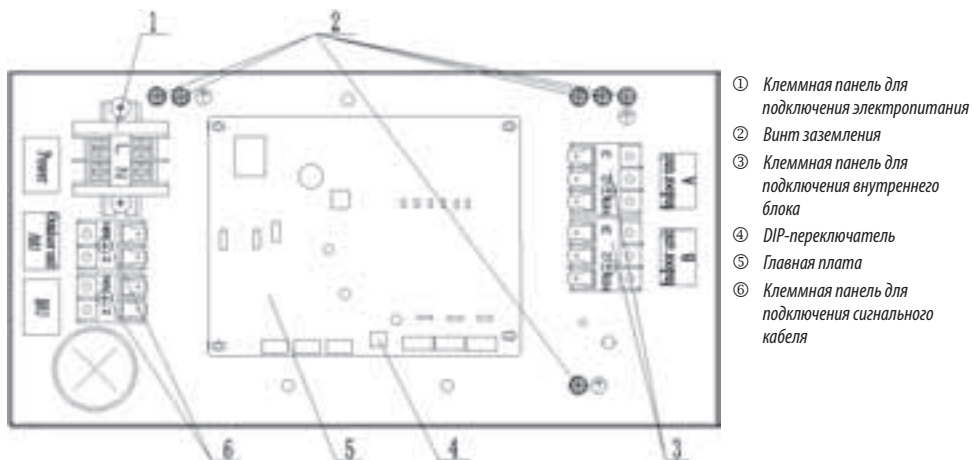
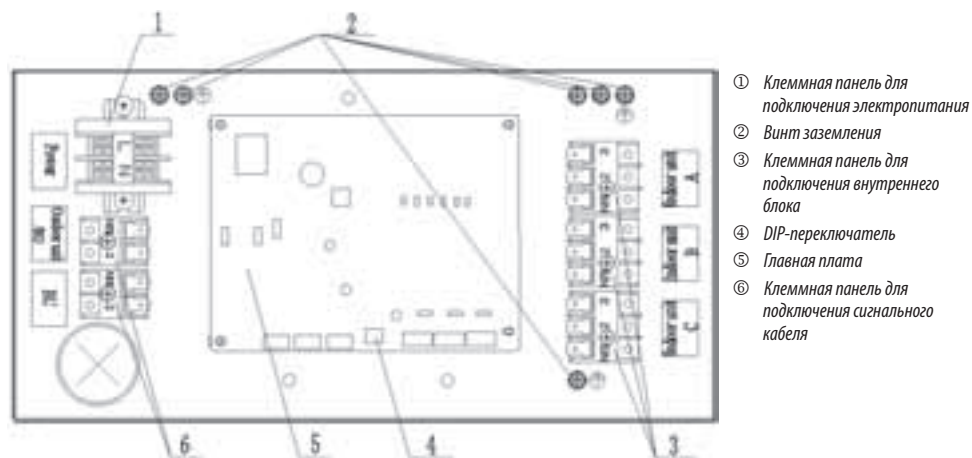

Рис. 5.7. Схема расположения элементов электрической коробки блока FXA2C-K
Рис. 5.8. Схема расположения элементов электрической коробки блока FXA3C-K
- 2) Расположение ключевых элементов внутри электрической коробки показано на Рис. 5.7 и Рис. 5.8.